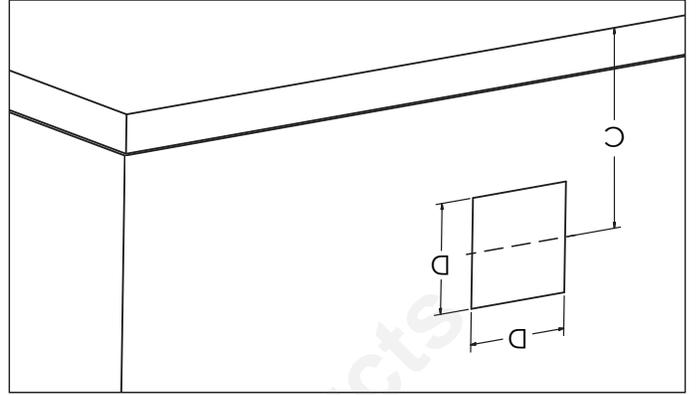

Figure 11
2. Dessinez la position du trou pour le tuyau d'admission d'air, en tenant compte des dégagements minimaux mentionnés dans la Figure 6. Voir les dimensions du trou carré « D » et la hauteur jusqu'au centre « C » dans le tableau 1 et la Figure 11 pour les différents modèles. La hauteur « C » est le minimum recommandé.